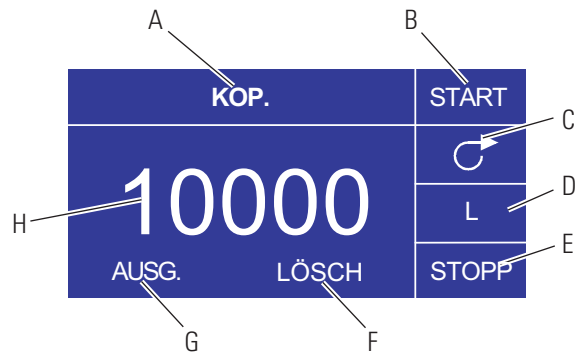

Abbildung 3-8 WIEDERHOLUNGS-Einstellungen-Bildschirm
- D. **Wiederholungsmengen-Bildschirm:** Siehe Bildschirm „Wiederholungseinstellungen“, Abbildung 3-8.